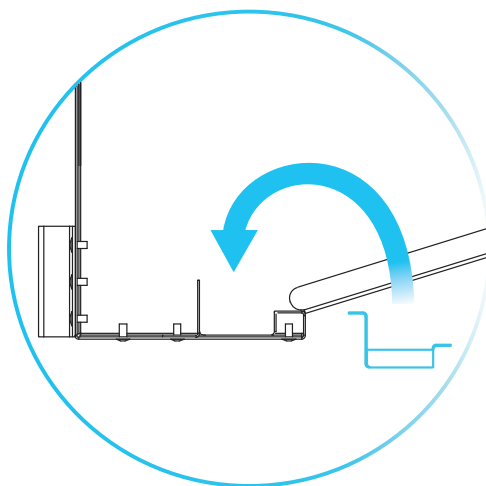

Рисунок 8.1 – Установка жироборника
- снимите жиросборники (см. рисунок 8.1 в обратном порядке);